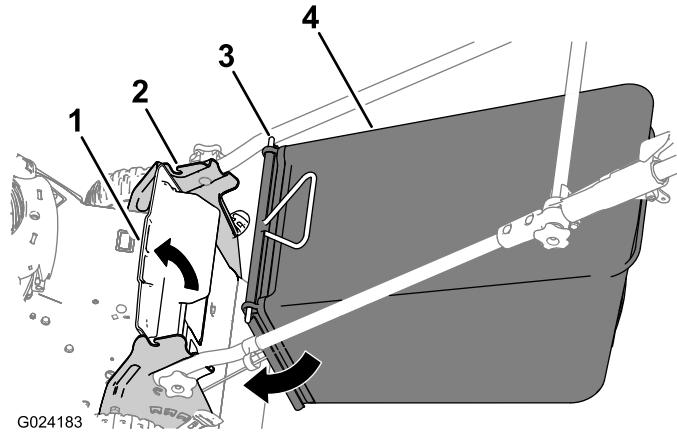

Figure 12
2. Insérez les extrémités de la tige du bac à herbe dans les crans des supports du guidon (Figure 12).
1. Soulevez le déflecteur arrière (Figure 12).